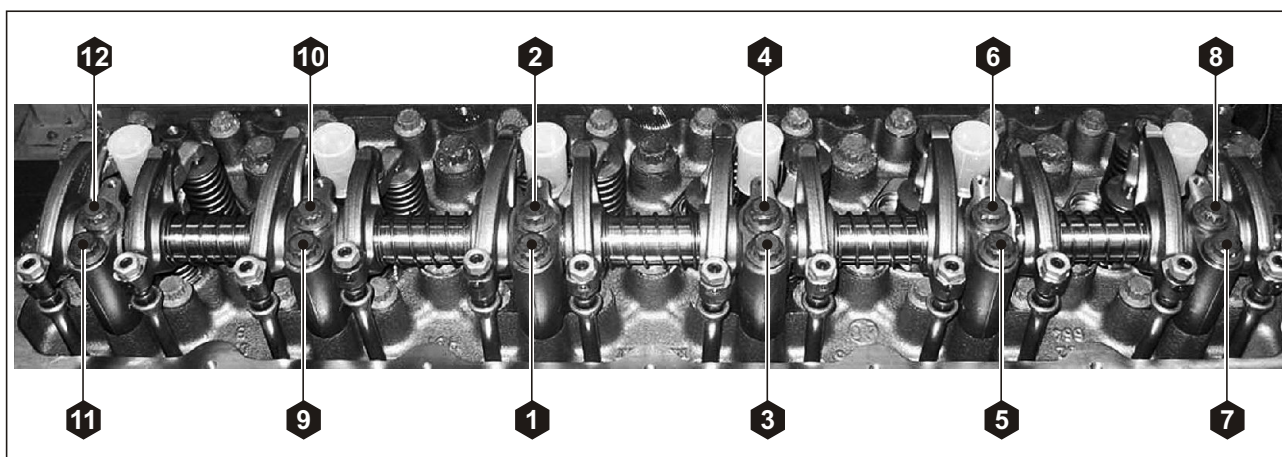

Рис. 118. Порядок затяжки болтов крепления оси коромысел.
5. Затянуть болты стоек оси коромысел согласно указанному порядку и рекомендуемым моментом (см. Рис. 118):